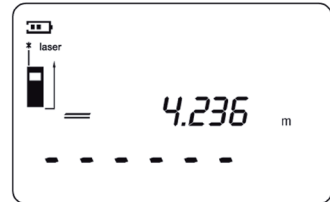

Fig. 6
5. Per eseguire una seconda misurazione, occorre nuovamente premere il tasto "Read" per attivare il laser; il primo risultato della misurazione sarà indicato nella prima riga in alto sul display (fig. 6).